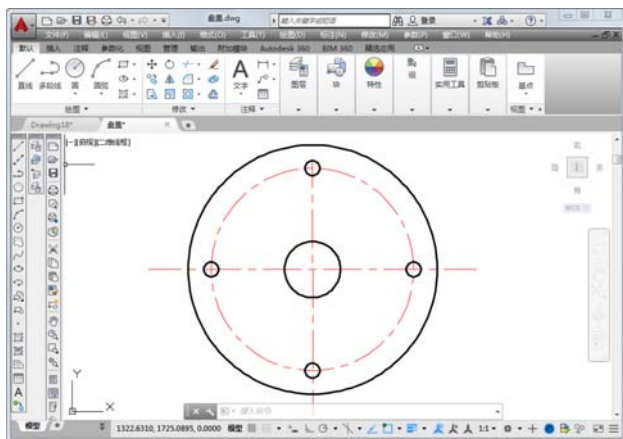

图 5-12 选择 AutoCAD 对象
- 03** 在命令行输入 COPYLINK 命令（如图 5-12 所示）。